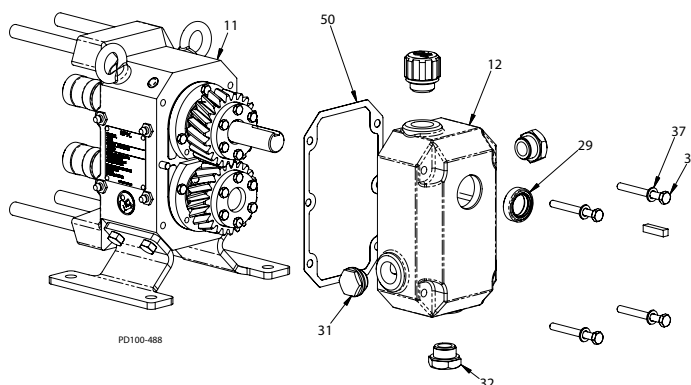

Рисунок 36 - Снимите крышку картера редуктора
3. Снимите винты с головкой (Рисунок 36, пункт 36) и шайбы (позиция 37) и снимите крышку (позиция 12).
6. Снимите уплотнение (Рисунок 36, пункт 50) и отложите его. Осторожно зачистите любые остатки уплотнения с контактных поверхностей крышки редуктора (позиция 12) или картера редуктора (позиция 11).